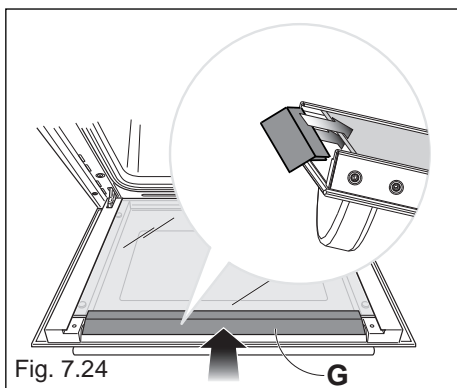

Fig. 7.24
- Appuyer doucement sur le déflecteur "G" pour le remettre bien en place (fig. 7.24).